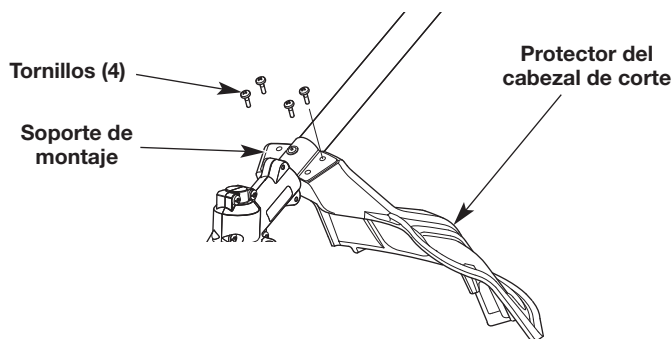

Fig. 1
1. Ubique el protector del cabezal de corte bajo el soporte de montaje. Se deben alinear los orificios del protector del cabezal de corte con los orificios del soporte de montaje. (Fig. 1)